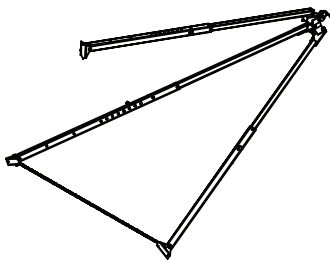

FIG. 5b
5. Retire el pasador de retención del cable [13] de la parte superior del conjunto de la polea [14] y pase el cable [12] sobre la polea. Deje pasar suficiente cable desde el cabrestante [8] como para llegar 5 pies por sobre la polea pasando a través del conjunto del cabezal [15]. Vuelva a instalar el pasador de retención del cable [13] y vuelva a poner el trípode en posición vertical (vea las fig. 5b, 5c).